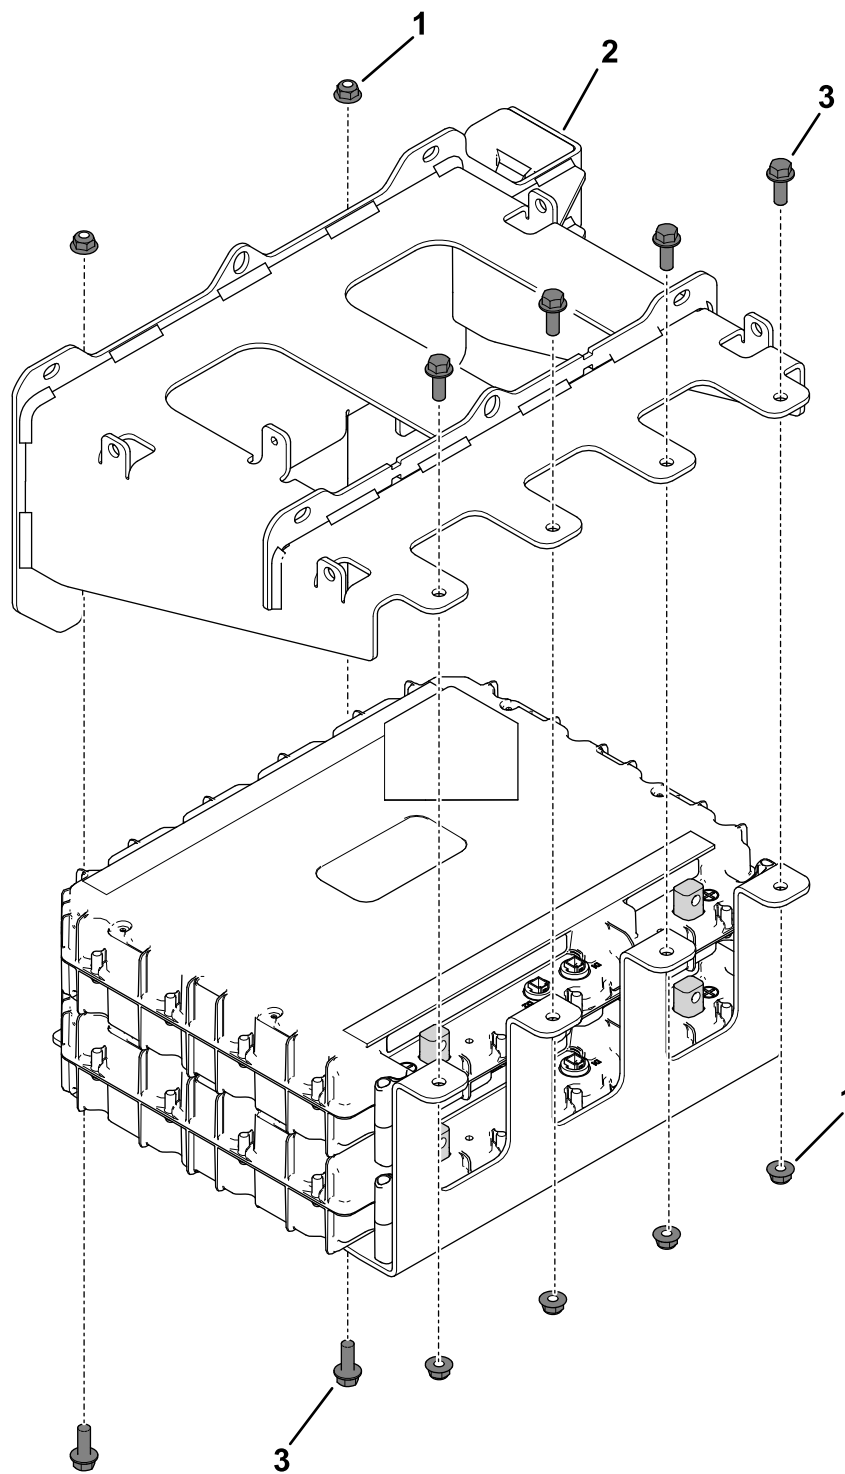

**Bild 20**
4. Montieren Sie den Aufkleber Modell 04593 an der unteren Montageplatte, wie in Bild 20 gezeigt.